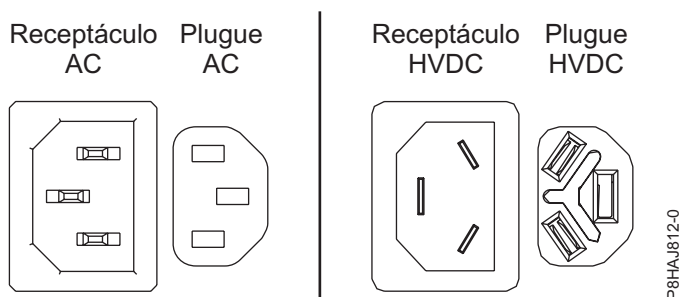
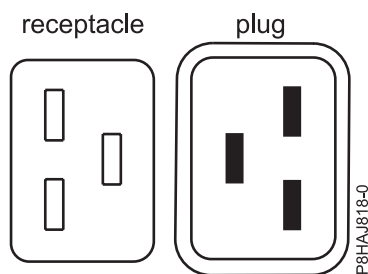
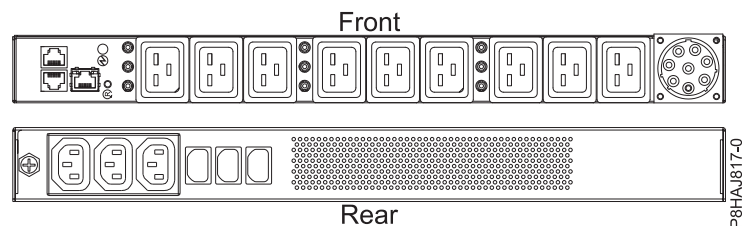

Figura 39. Conectores AC e HVDC
Figura 40. Conectores do sistema 8408-44E
Figura 41. O PDU para o sistema 8408-44E
O Figura 39 mostra os conectores de corrente alternada (AC) e de corrente direta de alta voltagem (HVDC) suportados. O Figura 40 e o Figura 41 mostra os conectores suportados e a unidade de distribuição de energia (PDU) do 8408-44E.